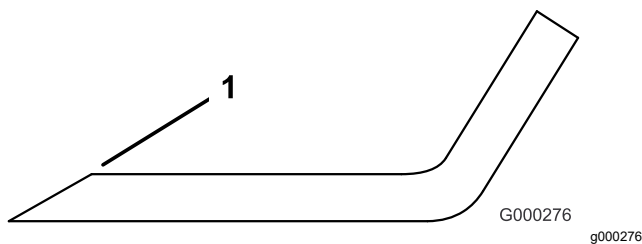

Bild 128
3. Prüfen Sie die Schnittkanten aller Messer und schärfen die Kanten, wenn sie stumpf sind oder Kerben haben (Bild 128).
Hinweis: Schärfen Sie nur die Oberseite der Schnittkante und behalten Sie den ursprünglichen Schnittwinkel bei, um die Schärfe des Messers zu gewährleisten (Bild 128). Das Schnittmesser bleibt ausgewuchtet, wenn von beiden Schnittkanten die gleiche Materialmenge entfernt wird.